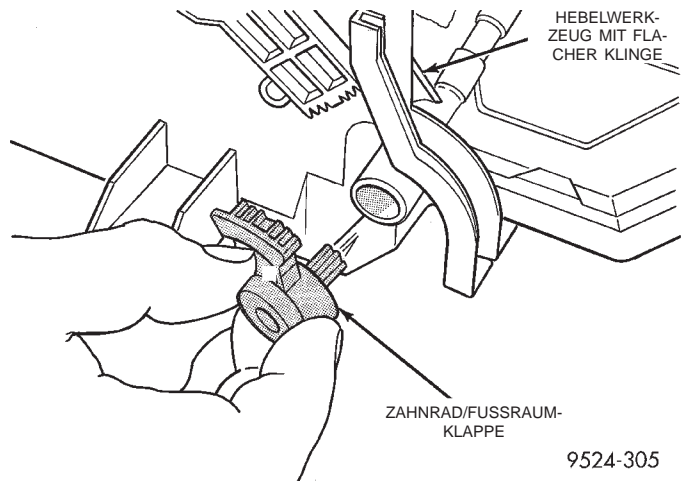

Abb. 98 Zahnrad der Fußraumklappe
(28) Von der Öffnung der Instrumententafelklappe mit einem langen, dünnen Schraubendreher den Halteclip für das Zahnrad der Fußraumklappe eindrücken. Zahnrad der Fußraumklappe abbauen (Abb. 98).